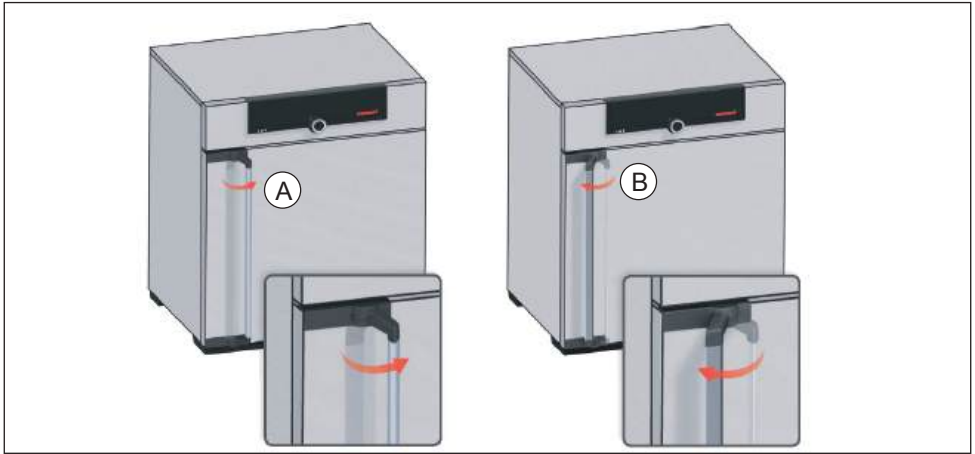

Fig. 14 Apertura y cierre de la puerta
- ▶ Para abrir la puerta, tirar de la manilla hacia un lado (izquierda o derecha, según el modelo de la puerta, Fig. 14, A) y abrir la puerta completamente.
- ▶ Para cerrar la puerta, empújela hasta el fondo y presione la manilla a un lado (B).